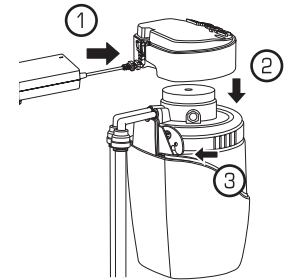

Рис. 53
1. Установите электронный модуль на систему (2). Сохраните инструмент для демонтажа для последующего использования (3) (рис. 53).